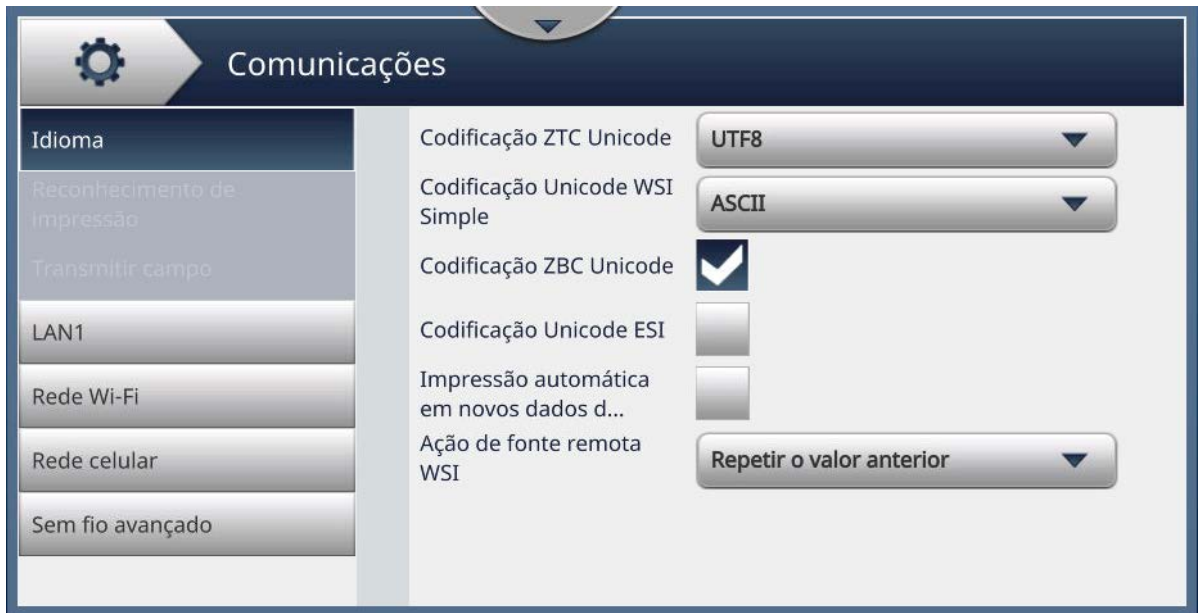

Figura 6-16: Tela Comunicações
1. Toque o botão  na tela Ferramentas. A tela Comunicações é aberta, como mostra a Figura 6-16.